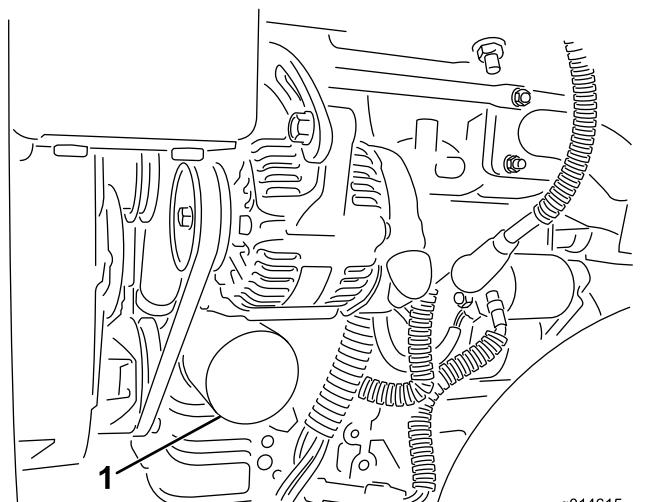

图29
2. 拆下机油滤芯 图29。在新的滤芯垫片上涂上薄薄一层干净油。